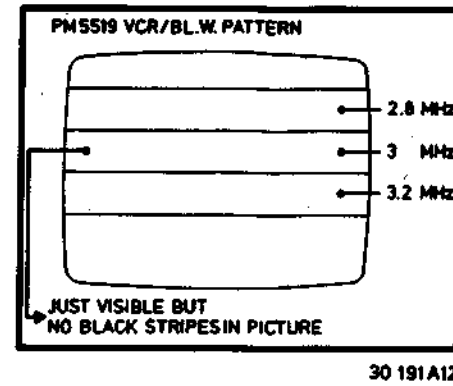

Fig. 5-1
- Aufnahme wiedergeben (siehe Bild 5-1).